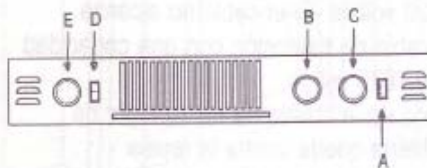

FIGURA 9
2. Para ubicar los controles consulte la FIGURA 9.